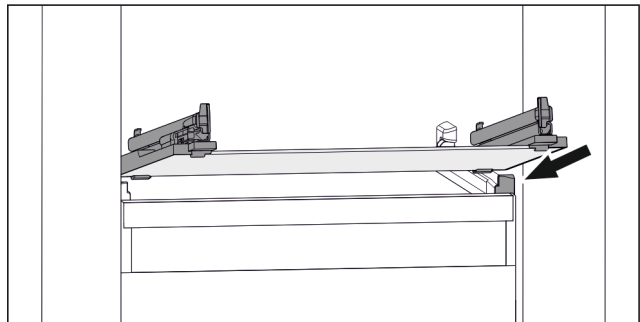

Fig. 98 Примерно изображение на стъклената плоча
- ▶ Поставете стъклената плоча под ъгъл зад ограничителите. (виж Fig. 98)